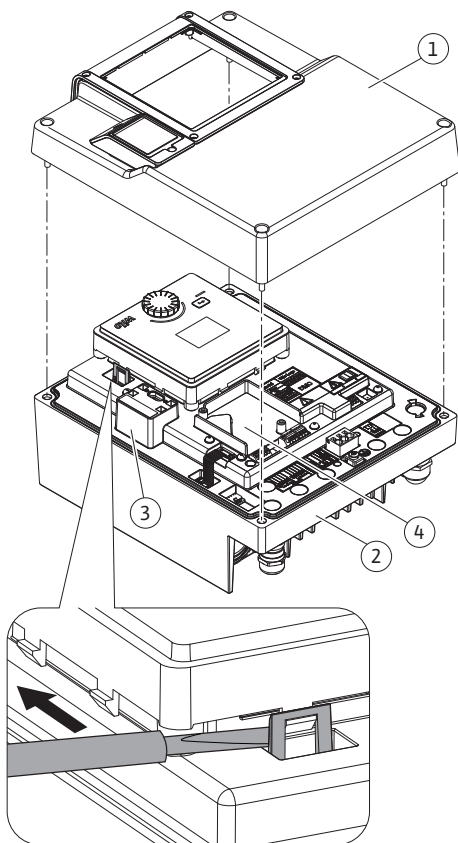

Fig. 17: Elektronikkmodul
CIF-moduler (tilbehør) brukes for kommunikasjon mellom pumper og bygningsautomatiseringsteknikk. CIF-modulene kobles til elektronikkmodulen (Fig. 17, pos. 4).